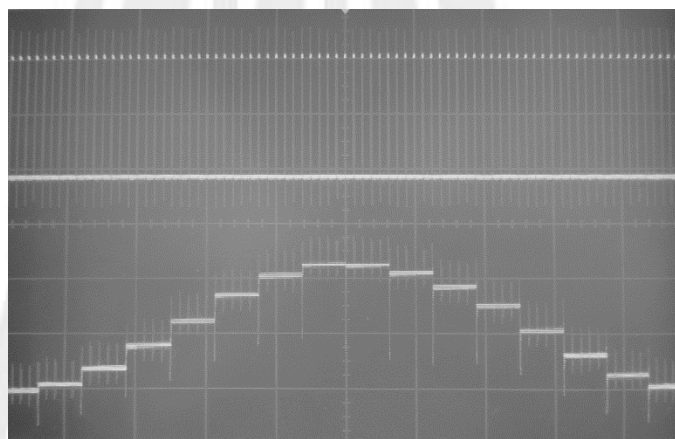

Figura 8.9 Comparación entre TP38 y TP29.
10. Analizar las señales de muestreo para los cuatro demoduladores (TP29/30/31/32) y anotar, en la hoja de observaciones y resultados, cuál es la relación de fase entre estas señales y la señal de reloj suministrada por el regenerador (TP38) (Figura 8.9).